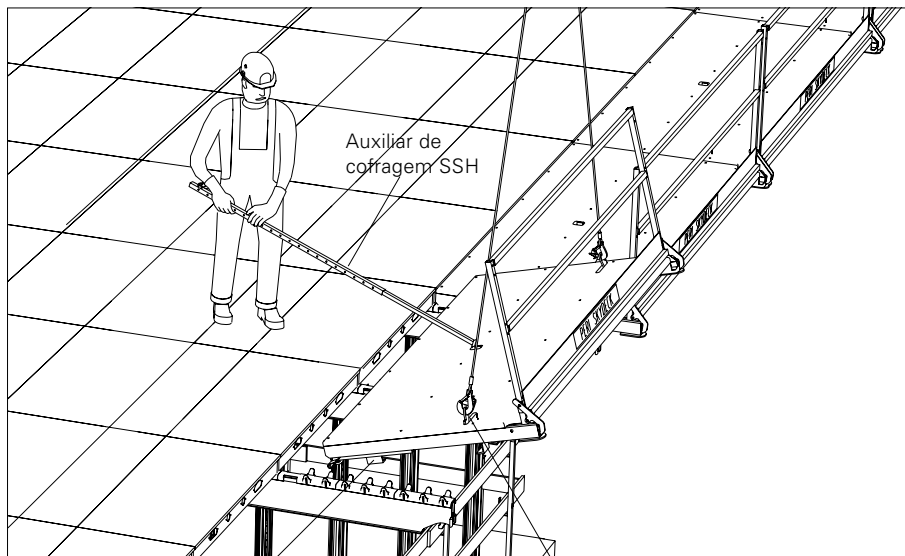

Fig. A9.12
1. Com a ajuda do auxiliar de cofragem SSH, puxar a plataforma da sua posição segura. (Fig. A9.12)